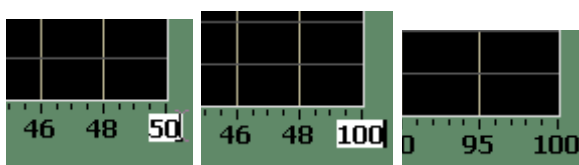

Рисунок 2 –Изменение предела по оси X
- В процессе сбора данных может потребоваться изменение граничных пределов по шкалам X и Y, это можно сделать следующим образом: для шкалы X – подвести курсор мыши к крайней метке, установить курсор, стереть предыдущее число, записать новое значение и нажать на клавиатуре **Enter** (рис.2)
- Для изменения предела по оси Y, требуется указать в **блоке установки пределов измерения по оси Y (3)** требуемые пределы для данного датчика.